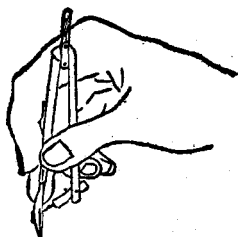

图 8B
(2) 在描好圓及圓弧以后，把圓規針脚向內部弯轉(不超过 90°) 然后把圓規并攏，按照拿鴨嘴笔的方法来划綫(图 8B)。